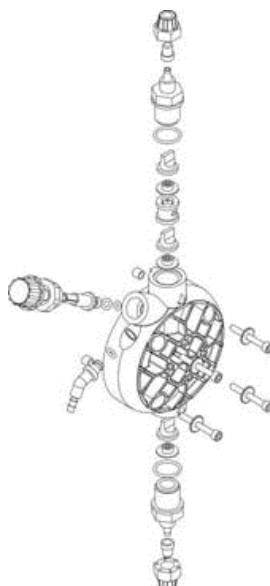

Abb. 11
3. Aus dem Pumpenkörper alle vorhandene Flüssigkeit durch dessen Aus- und Wiedereinbau mittels der vier Befestigungsschrauben zu entfernen (Abb. 11).
2. Prüfen Sie mindestens aller 6 Monate die Funktionstüchtigkeit der Pumpe, die Festigkeit der Schrauben und Dichtungen. Führen Sie bei besonders die Konzentration des Zusatzstoffes in der Anlage. Eine Reduzierung dieser Konzentration könnte durch die Abnutzung der Ventile (die in diesem Fall ausgetauscht werden müssen, wobei darauf zu achten ist, sie wie in Abb. 11 wieder einzubauen) oder durch die Verstopfung des Filters bedingt werden, der gemäß dem nachfolgenden Punkt 3 zu reinigen ist.
Zu diesem Vorgang kann, wenn das Gerät nicht an der Anlage befestigt ist, dieses für einige Sekunden (15-39) umgedreht und ohne mit den Anschlüssen verbundenen Leitungen zum Pulsieren gebracht werden. Sollte dies nicht möglich sein, den Pumpenkörper aus- und mit den vier Befestigungsschrauben wieder einbauen (Abb. 11).